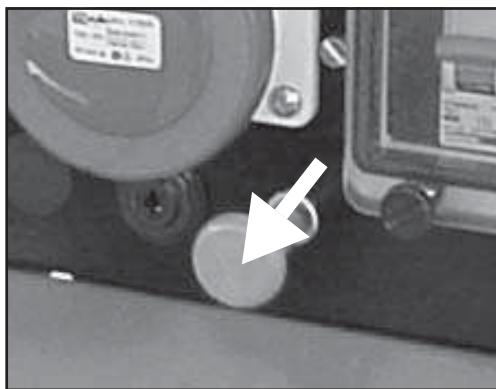

Fig. 8
- 3) Versjon motor Ruggerini: trekk i kontrollen som befinner seg på kontrollpanelet (se fig. 8); vent til motoren er helt slått av; still nøkkelen i posisjon "OFF" Fig.8